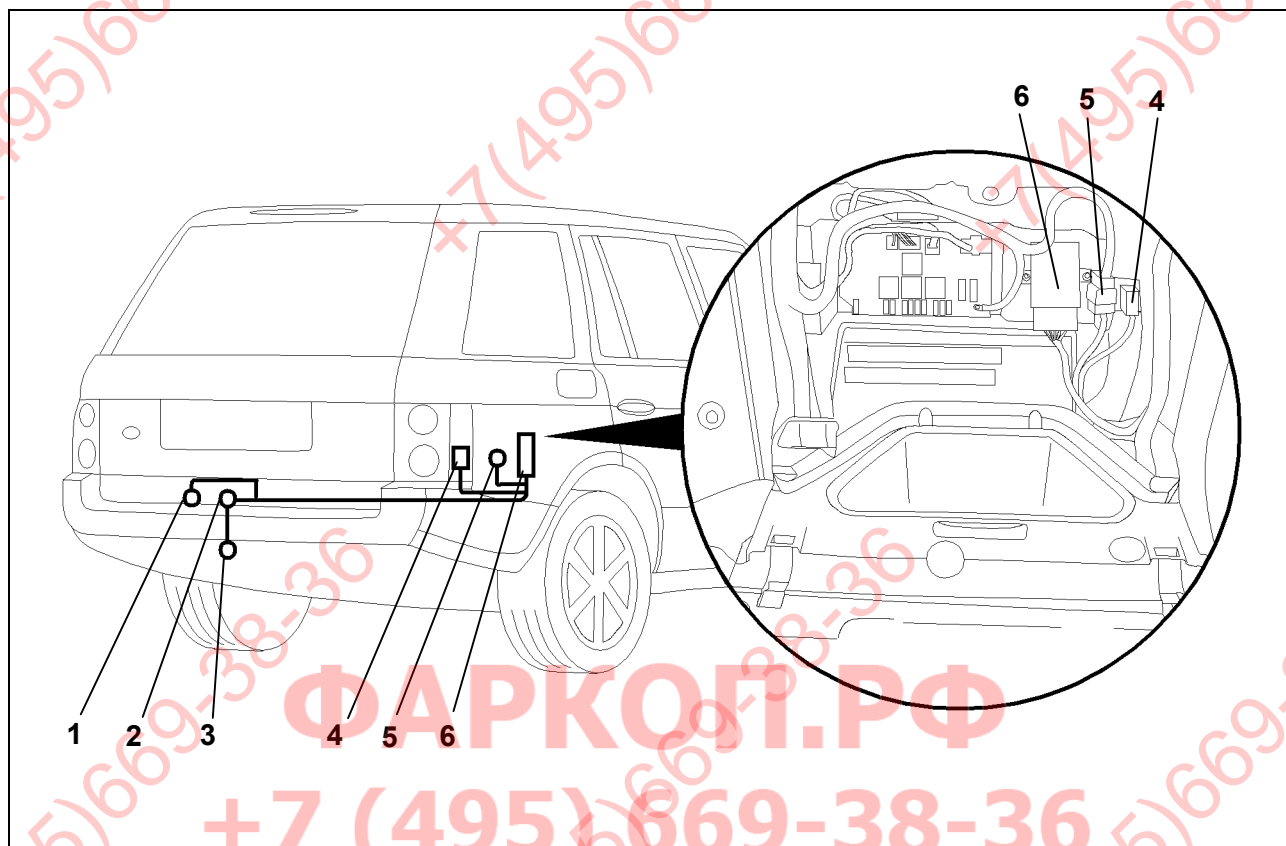

Fig. 1 - Schema di montaggio
4. Far passare l'estremità del cavo con la spina a 12 e 15 dall'esterno attraverso il passacavi (fig. 1/2). Portare l'altra estremità al supporto della presa (fig. 1/3).
5. Infilare la bussola di gomma nel foro di passaggio cavi (fig. 1/2).
6. Collegare il conduttore di massa al morsetto di massa previsto sulla lamiera posteriore del bagagliaio (fig. 1/1) e serrare a fondo la vite.